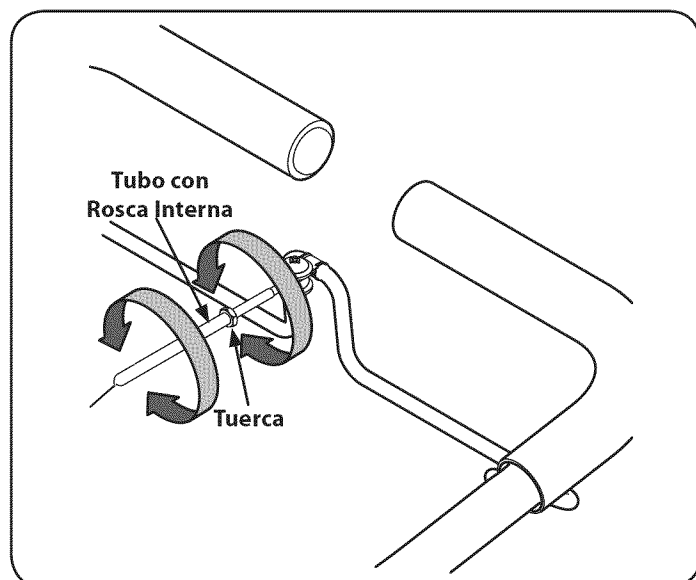

Figura 10
4. Si la correa gira sin fianza comprometida, se debe ajustar por desenroscar el tubo con rosca interna en el extremo del cable de un par de vueltas hacia la derecha - al estar de pie en la posición del operador - y luego volver a apretar la tuerca contra el tubo. Véase la Figura 10.
Para regular la estaca de profundidad, retire el pasador de horquilla y el pasador de chaveta. Mueva la estaca de profundidad a la posición deseada y fije con el pasador de horquilla y el pasador de chaveta. Vea la Figura 10.